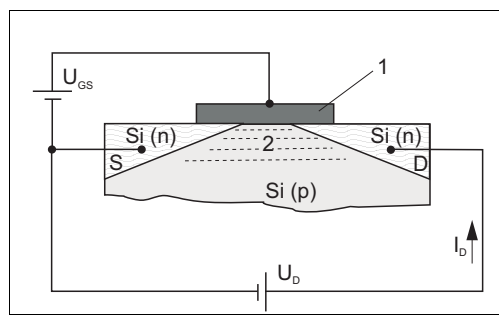
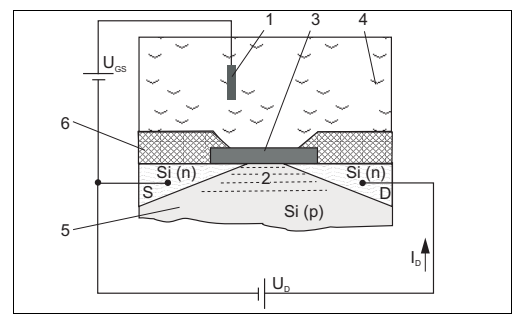

Fig. 1: Principio MOSFET
Fig. 2: Principio ISFET
I transistori ISFET utilizzano sensori MOS¹⁾ (→ Fig. 1), in cui il gate metallico (pos. 1) non è un elettrodo di comando. Nel caso dell'ISFET il fluido (→ Fig. 2, pos. 3) è a diretto contatto con lo strato isolante del gate (pos. 2). Due zone fortemente conduttrici di tipo N sono incluse nel substrato conduttore di tipo P (→ Fig. 2, pos. 5) del materiale semiconduttore (Si). Queste aree conduttrici di tipo N fungono da elettrodo emettitore ("Source", S) e ricevitore ("Drain", D). L'elettrodo metallico che forma il gate (nel caso del MOSFET) e il fluido (nel caso dell'ISFET) formano un condensatore con il substrato sottostante. La differenza di potenziale che si viene a creare fra il gate e il substrato (U_{GS}) determina un aumento della densità degli elettroni fra "Source" e "Drain". Si forma quindi un canale conduttore di tipo N (pos. 2), che determina il flusso di una corrente indotta (I_D).